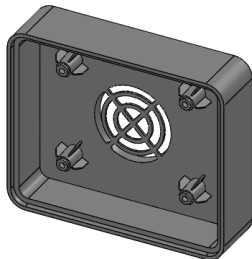

图 5-156 零件实体模型
- (2) 建立零件实体模型，如图 5-156 所示，要求使用拉伸凸台/基体、抽壳、装配凸台、通风口、唇缘/凹槽等特征建模工具建立零件实体模型。